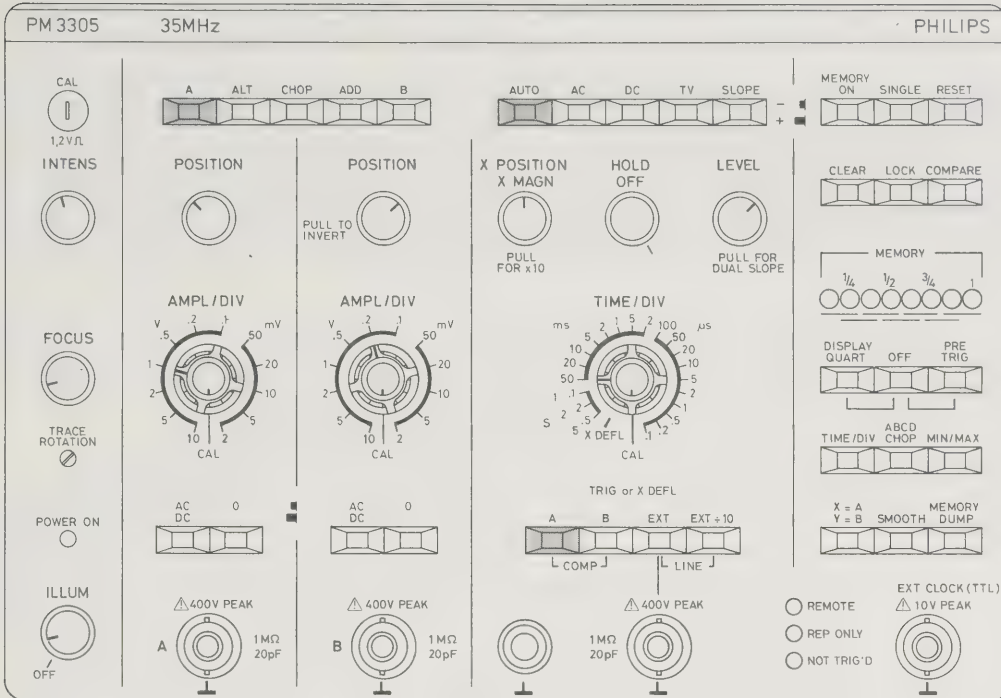

Fig. 4.16. Vue des commandes
- Enfoncez les touches comme indiqué à la fig. 4.16. ci-dessous.